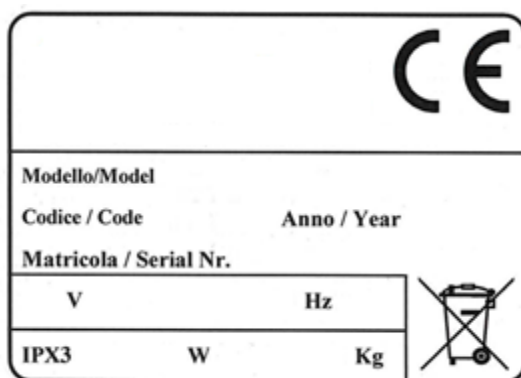

Fig.1 – Abb.1
Wir bitten Sie, diese Bedienungsanleitung sorgfältig zu lesen und gut aufzubewahren, damit Sie bei evtl. Rückfragen jederzeit darin nachschlagen können. Bevor Sie das Gerät anschließen, vergewissern Sie sich, dass die auf dem Typenschild aufgeführten technischen Angaben mit Spannung und Frequenz Ihres Stromnetzes übereinstimmen (Abb.1). Vor jeglichem Eingriff an dem Gerät ist der Netzstecker zu ziehen. Die Installation hat durch qualifiziertes Fachpersonal gemäss den Anweisungen des Herstellers und unter Beachtung der geltenden Gesetze zu erfolgen. Das Gerät ist unter einer Absaugkappe aufzustellen, deren Merkmale mit den Normen UNI-CIG 7129 und 8723 übereinstimmen. Dieses Gerät darf nur zum Backen von Speisen in Öl verwendet werden. Der Hersteller lehnt jede Haftung ab, für:
1. Das technische Typenschild ist auf der Geräterückseite angebracht (Abb.1).
Lea atentamente las advertencias de este manual. Conserve este manual para futuras consultaciones. Antes de conectar el aparato, asegúrese de que los datos indicados en la placa de características (fig. 1) correspondan a aquellos de la red eléctrica. Antes de efectuar alguna operación, aisle el aparato de la red eléctrica. La instalación tiene que ser efectuada por personal calificado de acuerdo con las instrucciones del fabricante y las normas vigentes.
1. La placa de características está instalada en la parte trasera del aparato (fig.1).